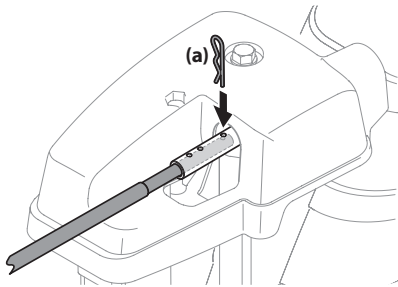

Figura 3-11
1. Retire el pasador de chaveta (a) de cualquiera de los orificios más alejados del conjunto del canal en el conjunto de rotación del canal. Consulte la Figura 3-11.
2. Empuje la varilla de control del canal hasta que el orificio de la misma quede alineado con el tercer orificio del conjunto de rotación del canal. Consulte la Figura 3-11.
3. Vuelva a insertar el pasador de chaveta (a) a través de este orificio y la varilla de control del canal como se muestra en la Figura 3-11.